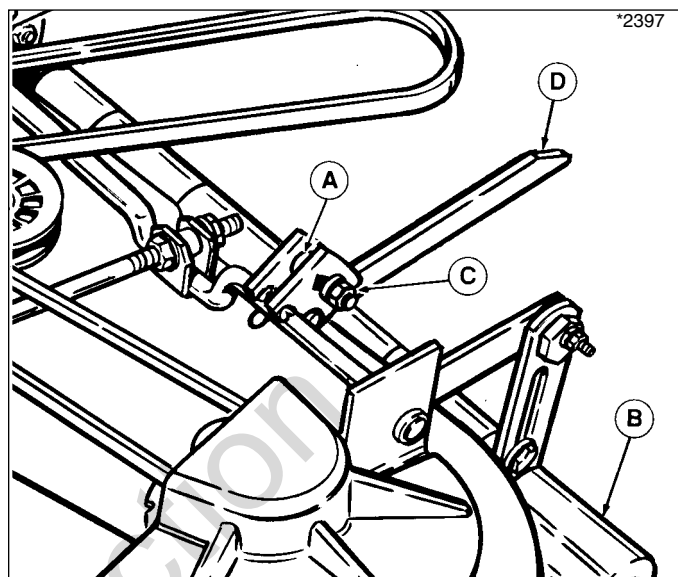

Abb. 26. Längslenker
3. Mutter (C, Abb. 26) lösen, damit die Längslenker gelockert sind. Das Mähwerk muss auf Rollen ruhen, wobei sich auf den Längslenkern kein Gewicht befinden darf.